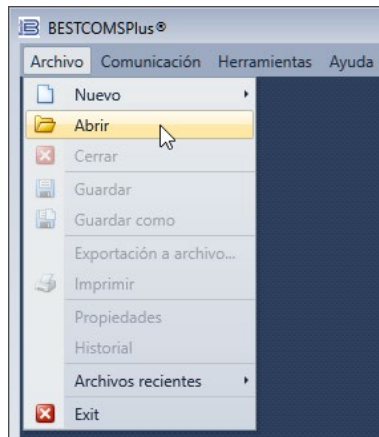

Figura 6-3. Abrir un archivo en BESTCOMSPPlus
Paso 2. Seleccione **A**brir y seleccione el archivo de configuración original como se muestra en Figura 6-3.